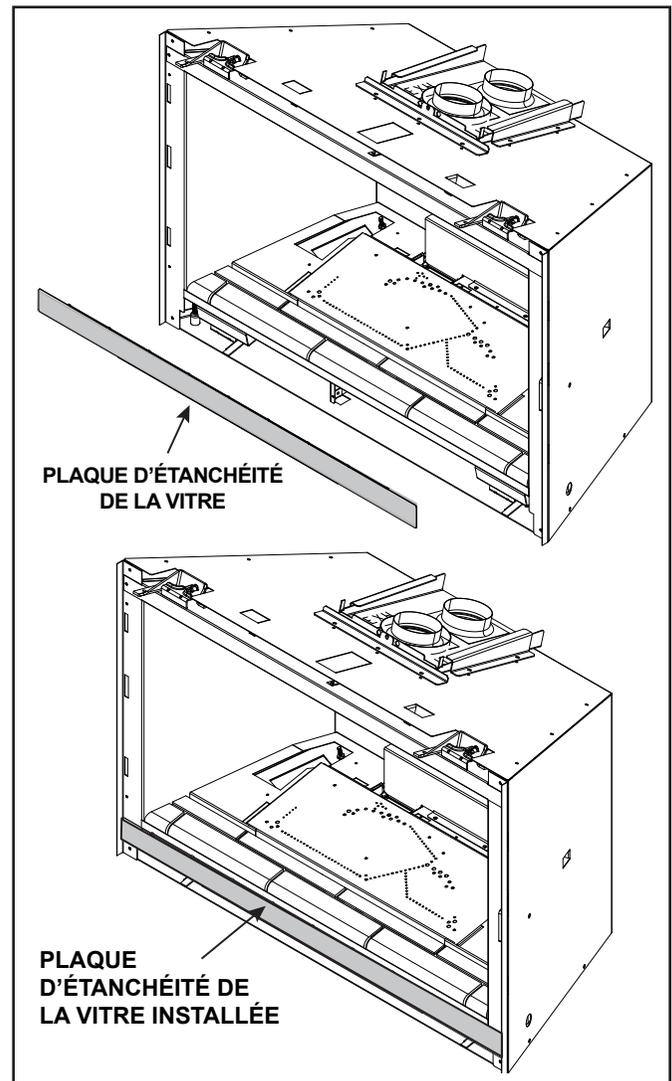

Figure 3.6 Plaque d'étanchéité de la vitre
- De vérifier que la plaque d'étanchéité de la vitre est bien installée. Voir la figure 3.6.
- Vérifier que la plaque d'étanchéité de la vitre est bien installée. Voir la figure 3.6.